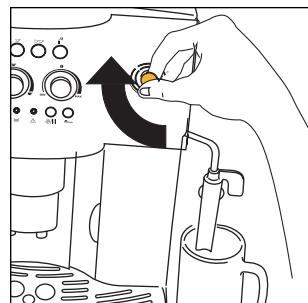
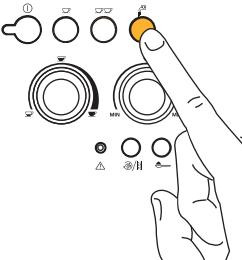

Fig.6
Fig.21
4. Etter få sekunder kommer det vann ut av cappuccinomaskinen. Når det er kommet ca 30cc i koppen, vri dampbryteren en halv gang med urviserne (fig. 6) for å avbryte utslippet av vann.
- Trykk på tasten  (fig. 21). Varsellampen  vil slå seg på for å vise at funksjonen er blitt valgt.
- For å stanse utslippet av varmt vann, vri dampbryteren med urviserne helt til den stanser (fig. 6) og vri cappuccinomaskinen mot midten av maskinen
- Trykk på tasten  (fig. 21). (Vi anbefaler at du ikke slipper ut vann i mer enn 2 minutter av gangen).
- Vri cappuccinomaskinen utover (fig. 6).
- Når ønsket temperaturen er nådd, stans utslippet av damp ved å vri dampbryteren med urviserne helt til den stanser (fig. 6) og trykk på dampstasten (fig. 21) for å slå av dampfunksjonen.